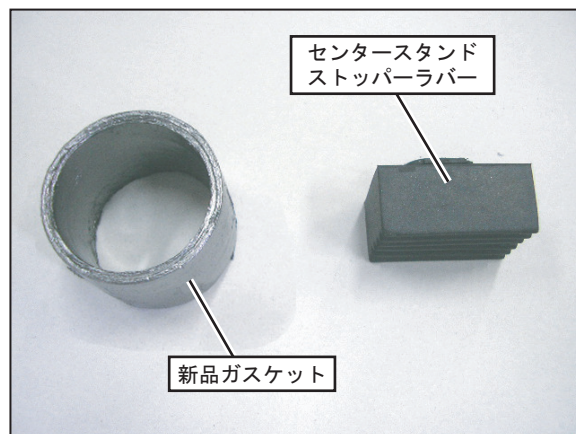

FIG. 1
(FIG. 1 参照)
3. 純正サイレンサーからセンタースタンドストッパーのラバーを取り外して下さい。(FIG. 1 参照)